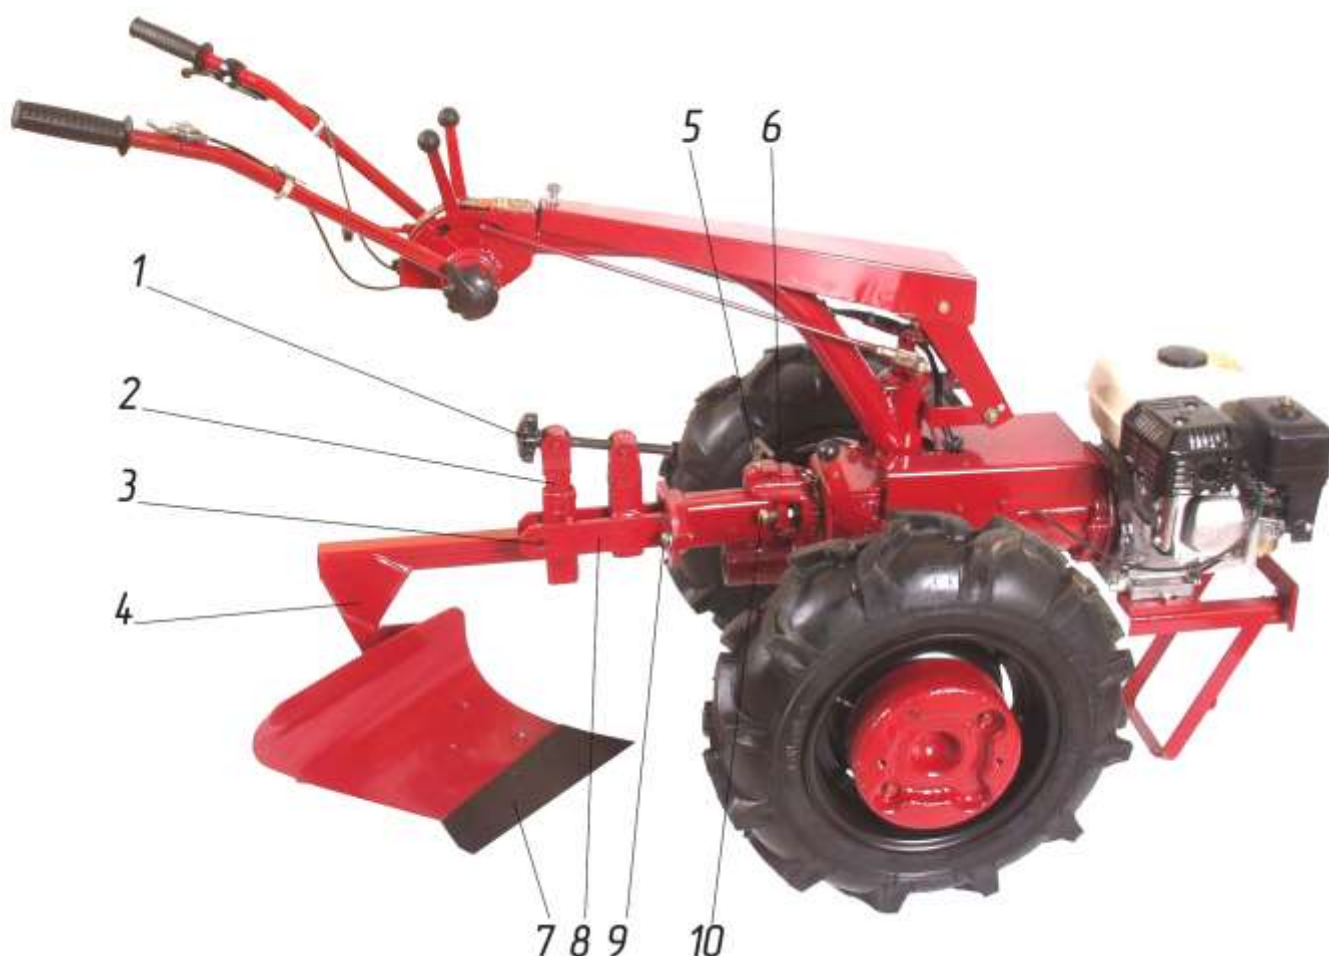

Рисунок 15 – Мотоблок в агрегате с плугом
Для подготовки мотоблока с плугом к работе (рис. 15) выполните следующие операции:
1) Установите универсальную сцепку 8 (рис. 15) на плуге 4 в рабочее положение и закрепите болтом 3. Вращая рукоятку 1, установите подвижные части сцепки в одну линию с неподвижными, а с помощью шкворня 5 присоедините плуг со сцепкой к прицепной скобе 6 и зафиксируйте шкворень чекой.
7.4.6 Если при работе мотоблок уводит вправо, проверьте крепление подпятников. Если они на месте, то болтом 9 (рис.15) приподнимите на 1-2 см правый окучник, зажмите болт и проверьте в работе.
2) Присоедините дышло 1 (рис.20) при помощи шкворня 7 (рис.15) к прицепной скобе мотоблока, шкворень зафиксируйте чекой. Подставку прицепа поднимите и закрепите в горизонтальном положении с помощью пальца.